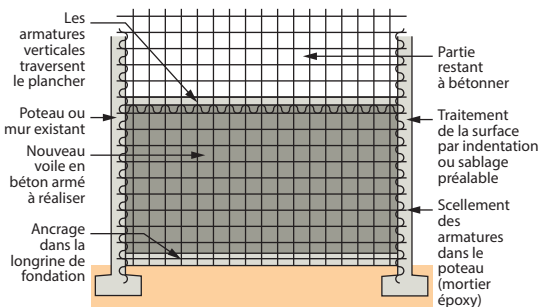
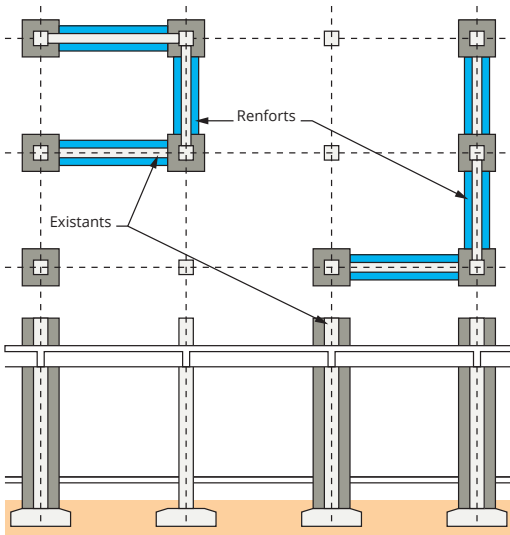

Fig.3 Exemple de renforcement du contreventement d'un bâtiment par création de murs nouveaux entre 2 poteaux existants (élévation)
Fig 8 Exemple de renforcement de poteaux, murs par chemisage en béton projeté (vue en plan et coupe AA)
Ces murs de contreventement peuvent aussi être réalisés à l'intérieur du bâtiment (Fig. 3, voir également Fig.. 8).
- Renforcer par application de matériaux composites (fibres carbone, verre...) ou par chemisage en béton armé (Fig. 8).
- Renforcer par remplissage des portiques (Fig. 3).